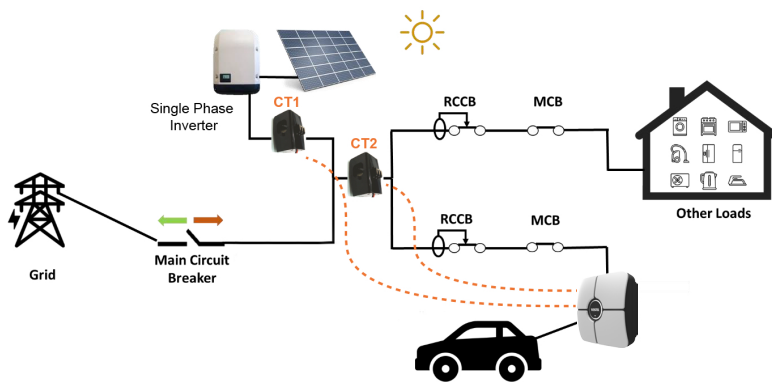
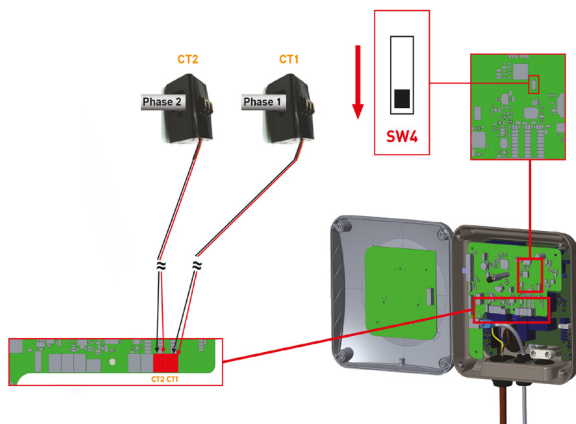

Figura 1
Figura 2
La conexión de CT1 y CT2 de la Figura 1 a la placa optimizadora de potencia (21PO01-r5) en el dispositivo EVC se muestra en la Figura 2.
El optimizador de potencia con transformador de corriente (TC) externo debe colocarse en las líneas principales como se muestra en la Figura 2:
- El interruptor (SW2) del “Módulo de Optimización de Potencia Embebida” debe configurarse como se muestra en la Figura 2. (Hacia abajo)